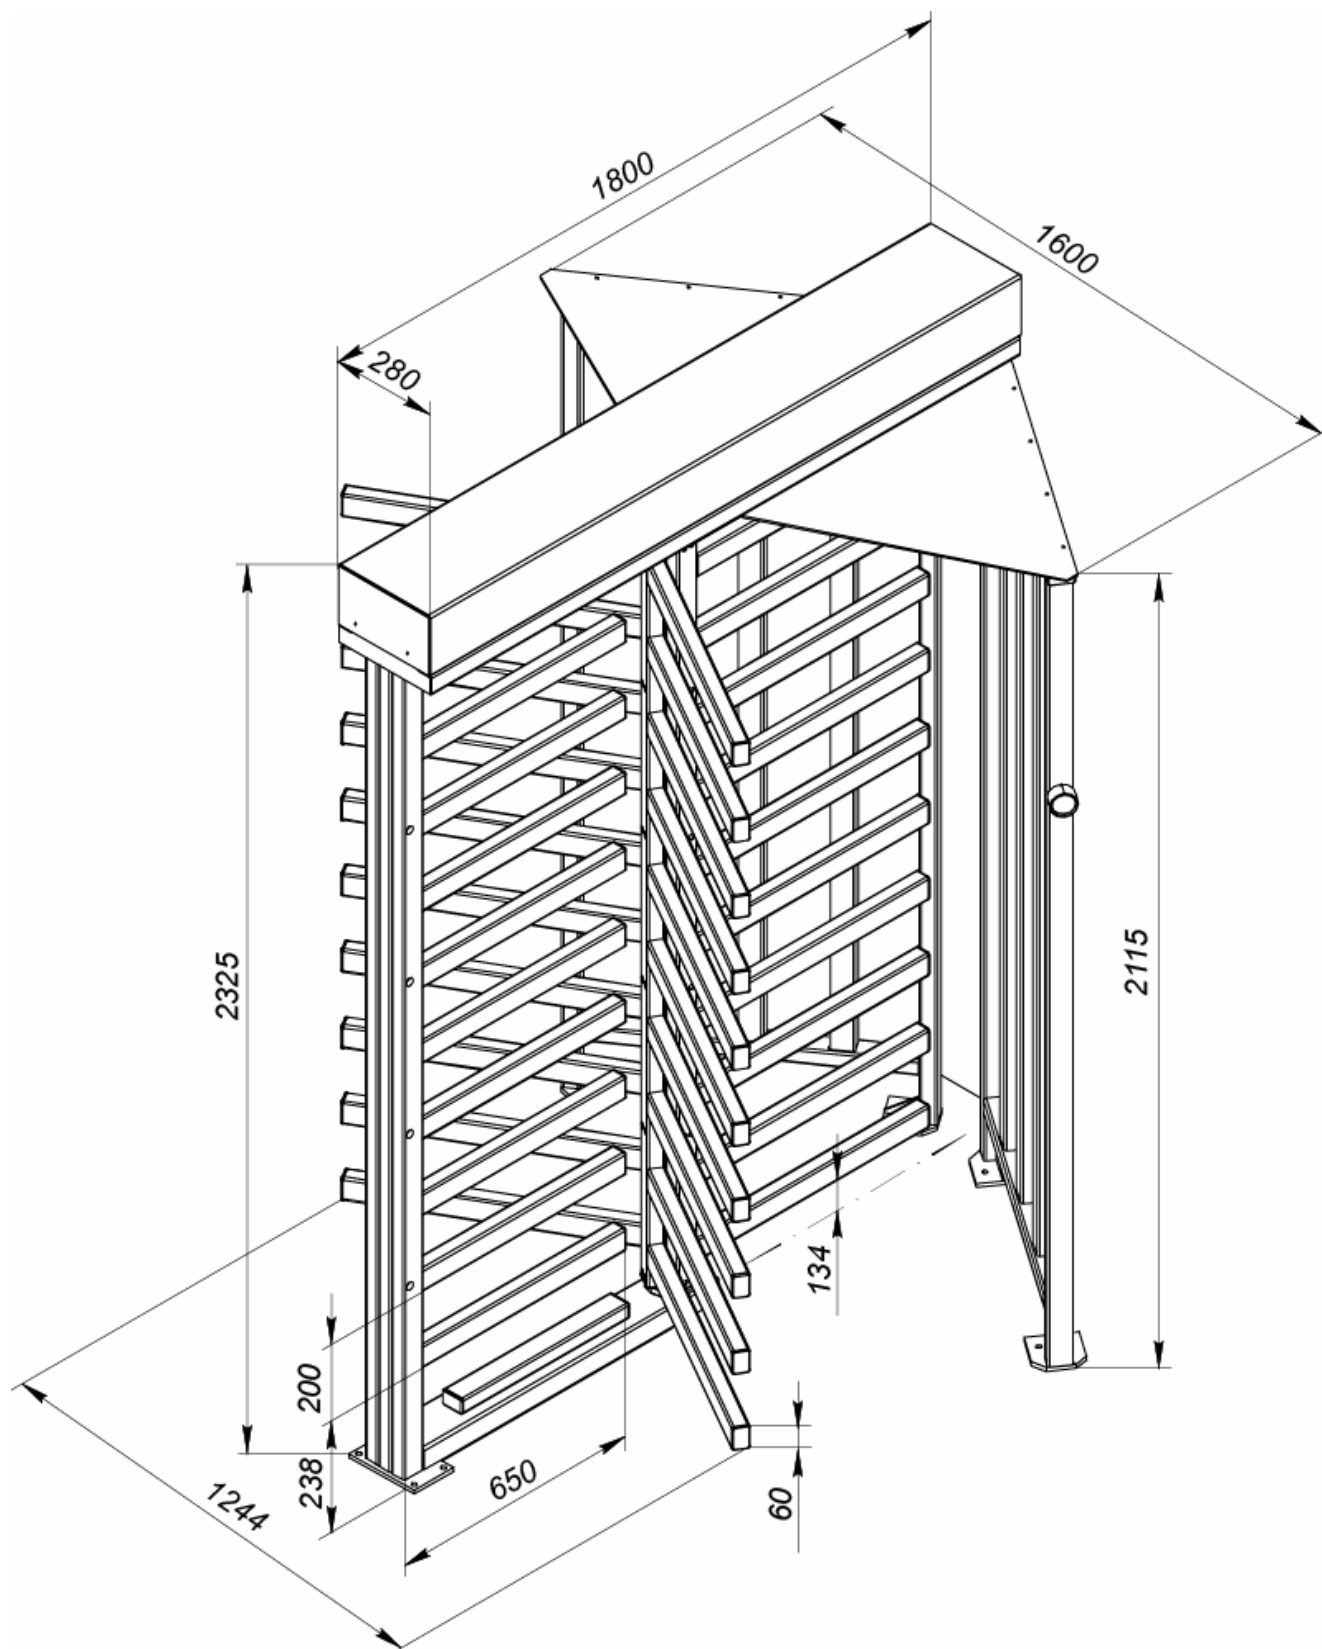
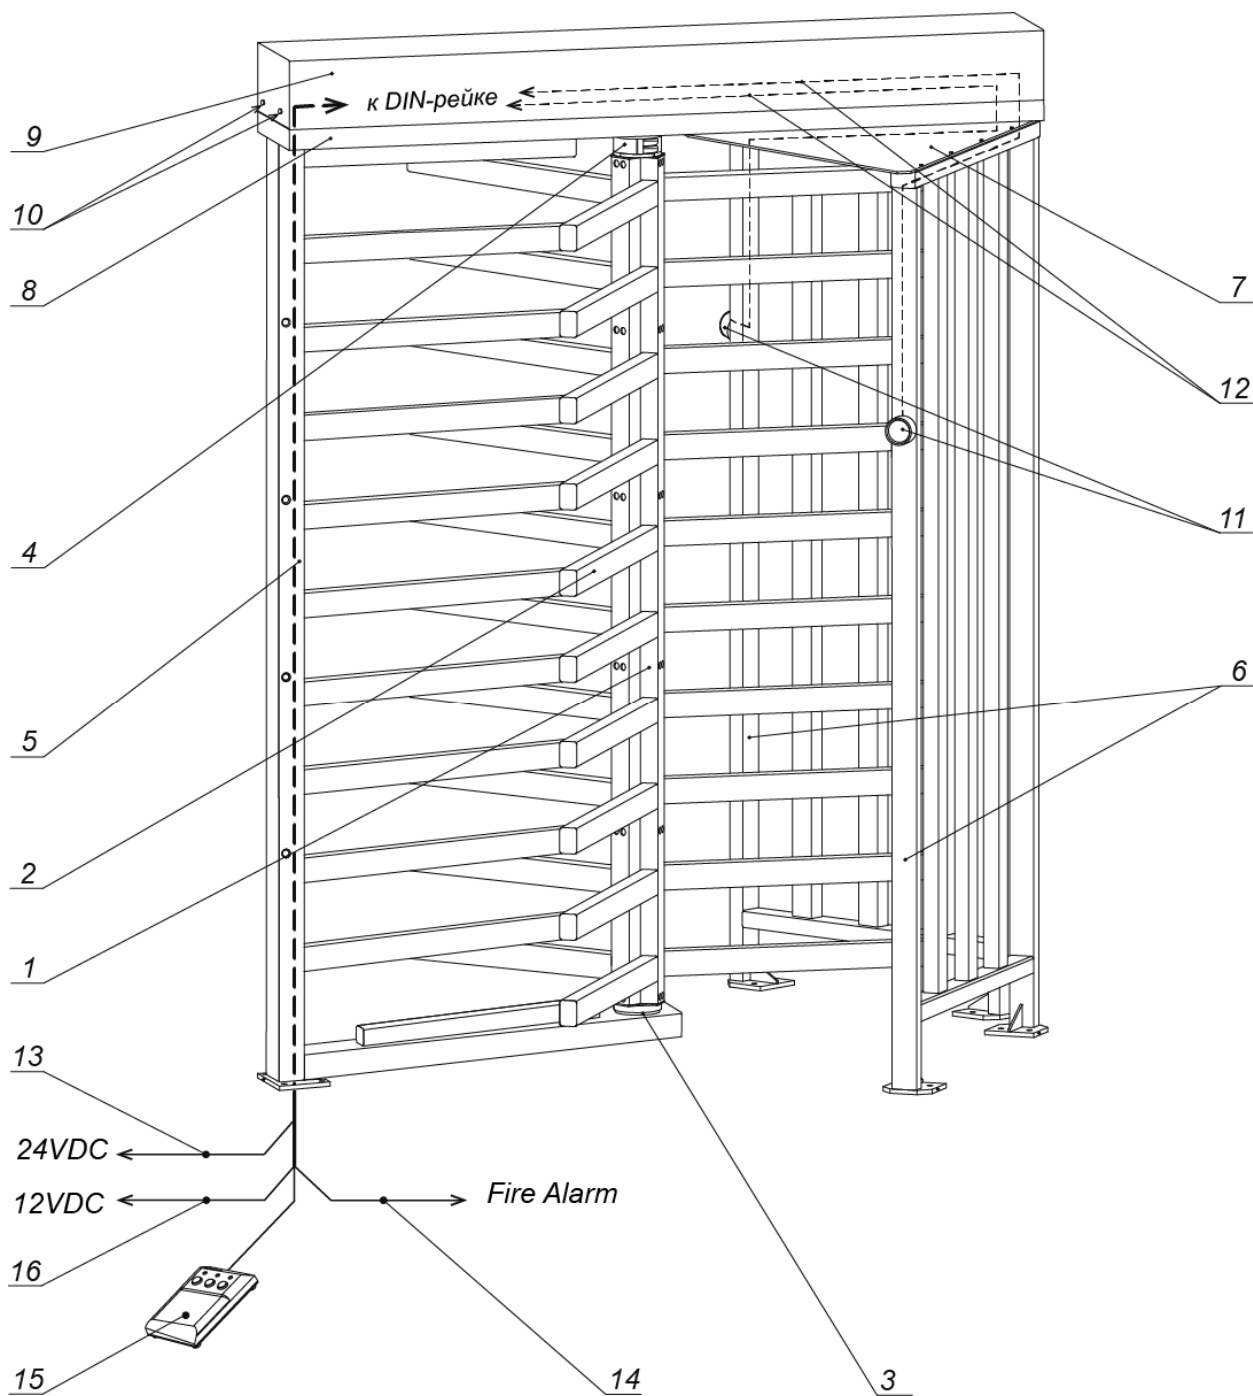
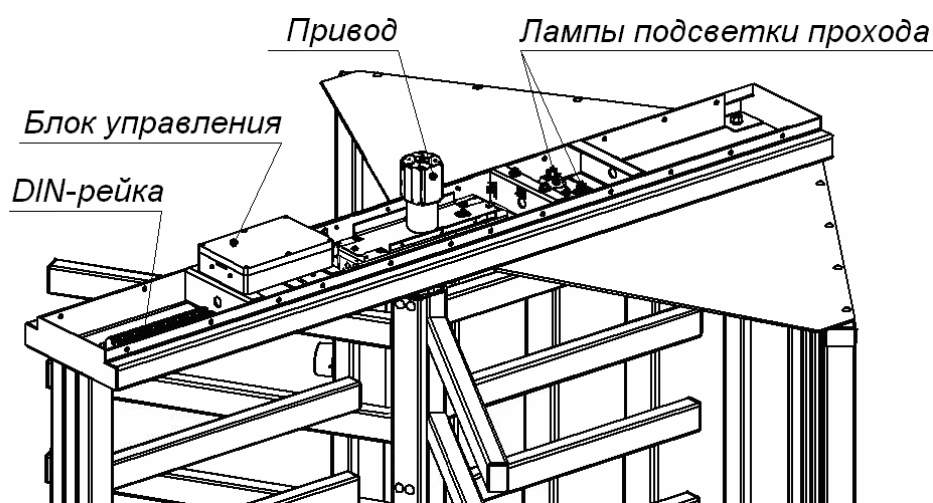

Рисунок 1. Габаритные размеры турникета
Рисунок 2. Устройство турникета
Рисунок 3. Вид балки привода (8) без крышки (9) турникета PERCo-RTD-15.1
Устройство турникета показано на рис. 2. Номера позиций в руководстве даны в соответствии с рис. 2. Габаритные размеры турникета показаны на рис. 1.
Блок управления выполнен в виде отдельного устройства в закрытом корпусе и осуществляет управление турникетом в соответствии с поступающими управляющими сигналами. Для удобства подключений все соединения блока управления выведены на DIN-рейку, расположенную внутри балки привода (см. рис. 3 и 4). Подводка всех кабелей к DIN-рейке осуществляется через нижнее отверстие в стойке с преграждающими планками (3) со стороны фланца (4), далее вверх по стойке в балку привода (см. рис. 2, 3 и 4).